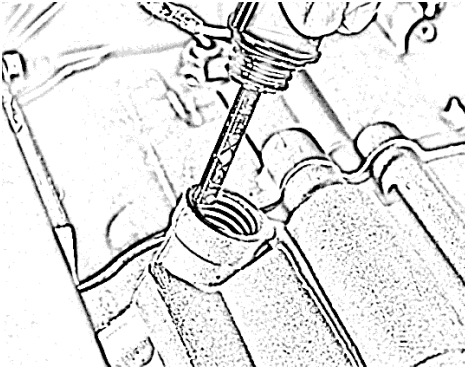

Rysunek 14
Nigdy nie obracaj korka wlewu oleju z podłączonym bagnetem do gwintu podczas odczytywania poziomu oleju. Prowadzi to do nieprawidłowego wyniku pomiaru, rys. 14.
- Całkowicie zanurzyć bagnet w oleju. Nigdy nie wkręcać bagnetu w gwint, rys. 14.